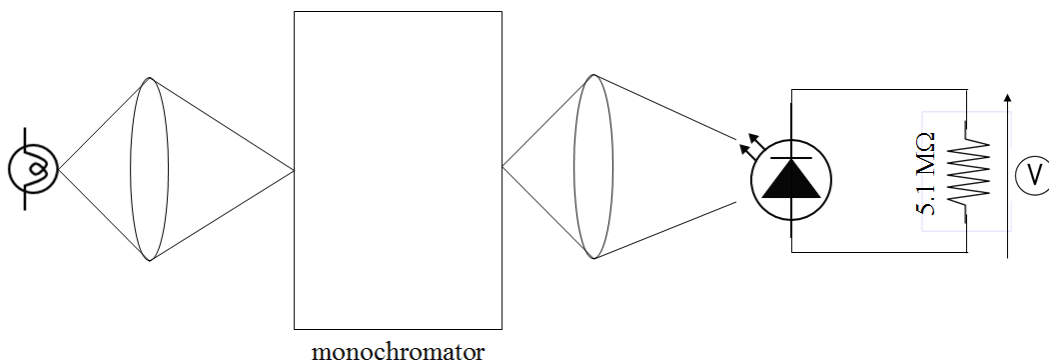

図 3: 発光励起スペクトルを測定するための系の模式図。
- (1) 図 3 に示すようにハロゲンランプを分光器に入射させ、Si フォトダイオードおよび 2 種類の $\text{Al}_x\text{Ga}_{1-x}\text{As}$ 系発光ダイオードの光電流スペクトルを測定しなさい。Si フォトダイオードに接続する抵抗は $5.1 \text{ M}\Omega$ のものである。参考測定条件として前回(発光スペクトル測定)のデータを参考にすること。スペクトルのピークおよび立ち上がりを、詳細に測定する。